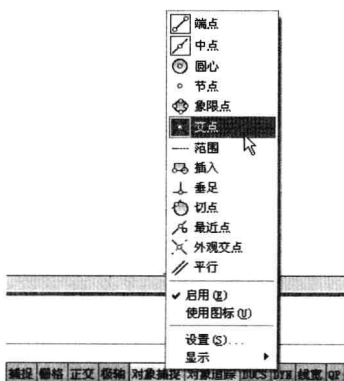

图 2-4-10
(1) 在状态栏中右击“对象捕捉”按钮，在弹出的菜单中选择端点、中点和交点3种对象捕捉模式，如图2-4-10所示。